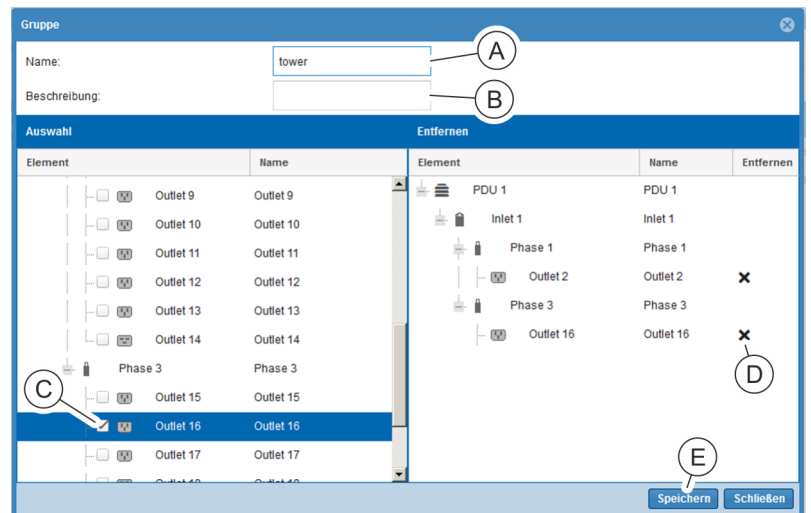

Abb. 141: Fenster "Gruppe"
⇒ Es öffnet sich das Fenster "Gruppe" (Abb. 141).
5. ➤ Im Fenster "Gruppe" eine Benennung (Abb. 141/A) und ggf. eine Beschreibung (Abb. 141/B) für die Gruppe einfügen.
6. ➤ In der linken Spalte einzelne Steckdosen über die jeweilige Checkbox (Abb. 141/C) auswählen.
7. ➤ Ggf. einzelne Steckdosen über die Schaltfläche „x“ (Abb. 141/D) in der rechten Spalte entfernen.
8. ➤ Schaltfläche „Speichern“ drücken, um eine Steckdosengruppe zu speichern (Abb. 141/E).